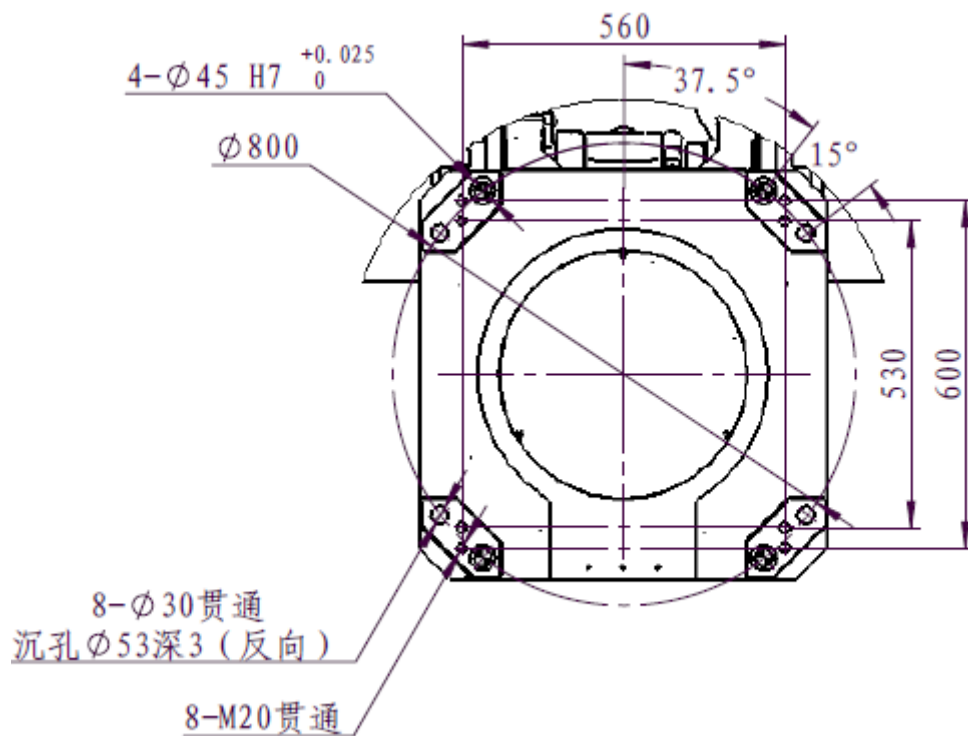
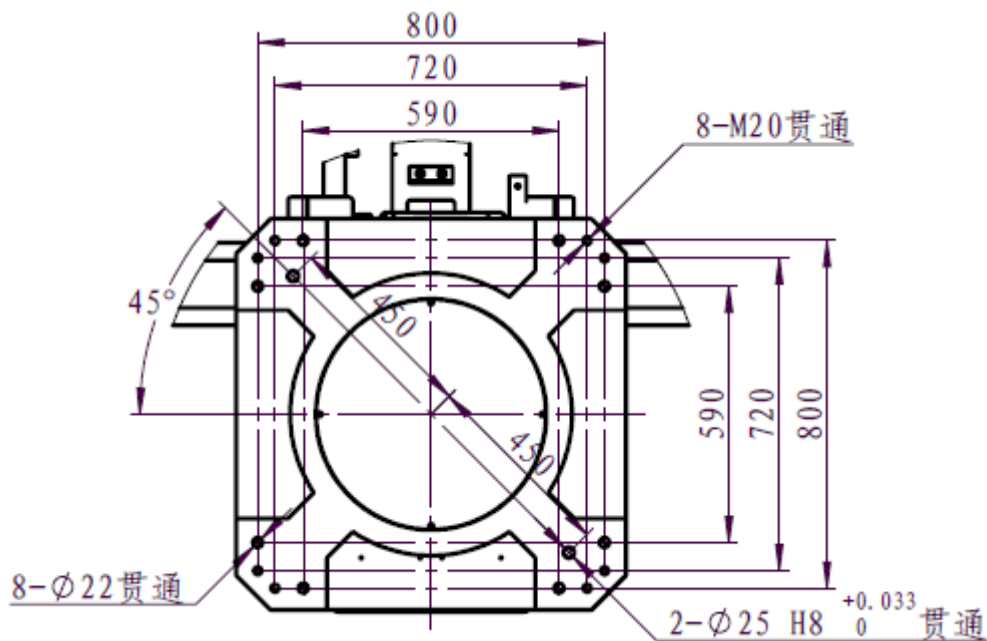

图 3-6 SP120 机器人底座安装孔尺寸
图 3-7 SP200/SP275 机器人底座安装孔尺寸
1、SP120 机器人底座安装孔尺寸如图 3-6 所示。SP200/SP275 机器人底座安装孔尺寸如图 3-7 所示。